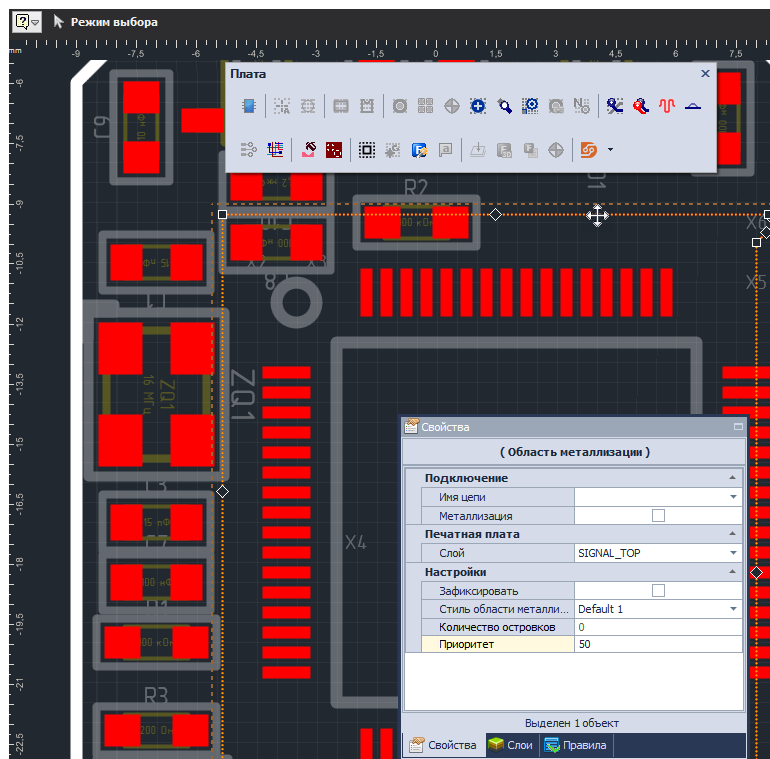

Рис. 320 Выбор границы области металлизации
1. Активировать слой, на котором размещена область металлизации и выбрать линию границы этой области, см. Рис. 320.